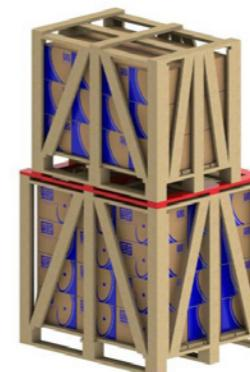

Figura 5.5 - Utilização de sarrafos adicionais para empilhamento.
- 4) Para o empilhamento de um volume menor sobre um volume maior, acrescentar sarrafos transversais entre os mesmos quando o maior não oferecer resistência ao peso do menor (ver Figura 5.5). Esta situação normalmente ocorre com os volumes dos motores de carcaça acima da IEC 225S/M (NEMA 364/5T).